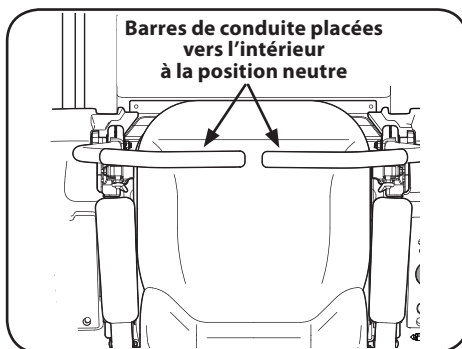

Figure 3-1
3. Poussez les deux barres de conduite vers l'intérieur à la position neutre. Voir Figure 3-1.